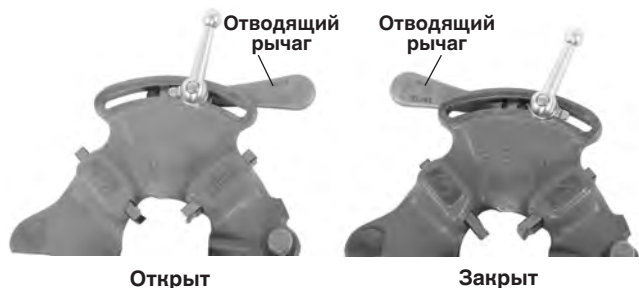

Рис. 4 – Рычаг в открытом/закрытом положении
2. Установите отводящий рычаг в положение ОТКРЫТ (Рис. 4).